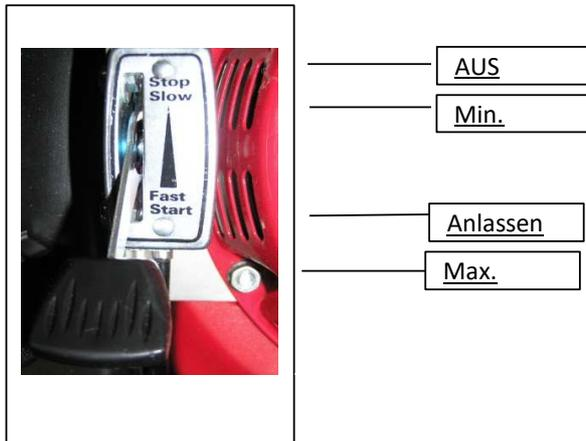

Bild 4a: Steuerhebel
Mit dem Steuerhebel (Bild 4a) werden Motorschalter, Drossel und Choke betätigt.
1. Steuerhebel auf Stellung „Anlassen“ bis an den Anschlag bewegen (Bild 4a)
4. Während der Motor warmläuft, den Steuerhebel langsam auf die Stellung MAX (Bild 4a) bewegen. Motor muss dabei "rund" laufen.
2. Den Steuerhebel auf die Stellung "MIN" (Bild 4a) bewegen und Motor ein paar Sekunden im Leerlauf laufen lassen und dann in Stellung "STOP" bis an den Anschlag bewegen.